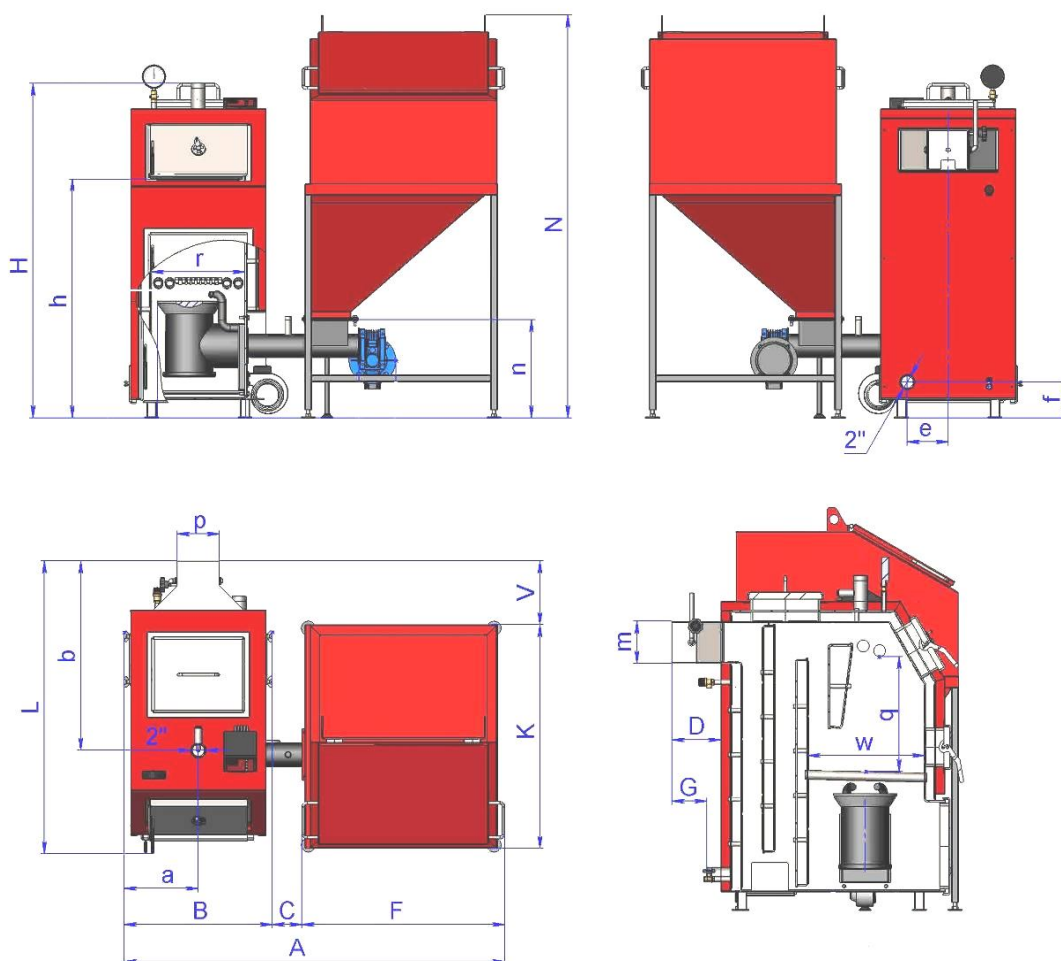

Рис.1 Габаритные и присоединительные размеры котлов модельного ряда «Ретра-4М»
4.1. Котел модели «Ретра-4М» (пеллетный) с автоматической системой подачи топлива в сборе состоит из таких основных единиц (см. Рис.1): котел, пеллетная горелка, бункер, система пожаротушения, пульт управления (микропроцессор).